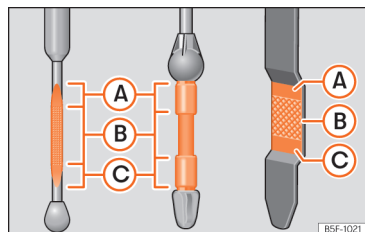

Fig. 178 Vareta de medição do nível de óleo.
Legenda da >>> Fig. 178:
- Em seguida, retire-a novamente e verifique o nível do óleo »» Fig. 178. Caso seja necessário, reponha óleo do motor.
- Quando o nível de óleo atingir pelo menos a zona »» Fig. 178 Ⓓ, enrosque a tampa do bocal de enchimento com cuidado »» ①. Especificação do óleo do motor »» Página 286.